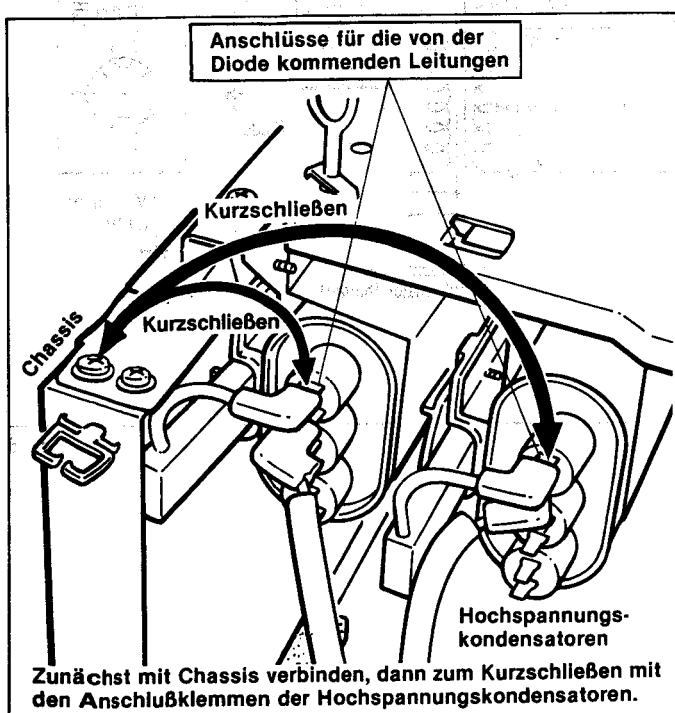

Abb. 7
- (A) Die Tür ist fest geschlossen.
- (B) Türarm und Scharnier sind nicht defekt.
- (C) Die Türdichtung ist nicht beschädigt.
- (D) Die Tür ist nicht verbogen oder verworfen.
- (E) Es liegt keine andere sichtbare Beschädigung vor.
3. Warnung vor der Ladung der Hochspannungskondensatoren. Siehe Abb. 7.
- (A) The door is tightly closed.
- (B) There is no broken hinge or door arm.
- (C) The door seal is not damaged.
- (D) The door is not bent or wrapped.
- (E) There is no other visible damage.
3. Warning about the electric charge in the high voltage capacitors (Fig. 7)